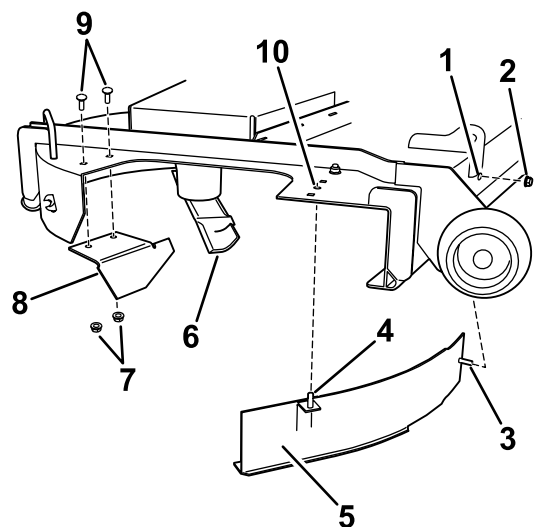

Figura 17
3. Localice el tabique biselado e instálelo en la carcasa usando los taladros traseros de la carcasa de corte (Figura 17).
4. Instale el deflector curvo en la carcasa de corte (Figura 17).